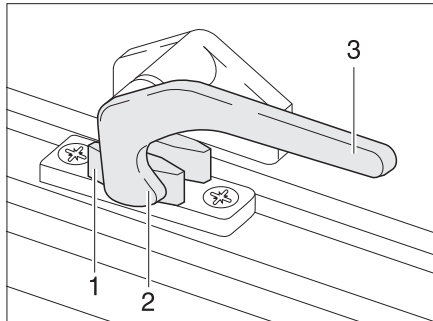
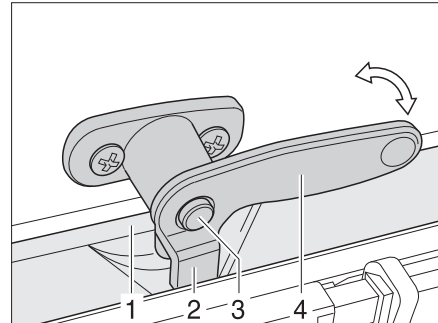

Fig. 65 Levier de verrouillage en position "fermée"
Fig. 66 Levier de verrouillage avec bouton de sécurité en position "fermée"
- Si présent, enfoncer le bouton de sécurité (Fig. 66,3) et le maintenir enfoncé.
- Tourner le levier de verrouillage (Fig. 65,3 ou Fig. 66,4) d'un quart de tour vers le centre de la fenêtre.
- Tourner le levier de verrouillage (Fig. 65,3 ou Fig. 66,4) d'un quart de tour vers le cadre de la fenêtre. Le tenon de verrouillage (Fig. 65,2 ou Fig. 66,2) se trouve sur le côté intérieur du verrouillage de fenêtre (Fig. 65,1 ou Fig. 66,1).
- En position "Fermée" (Fig. 65)